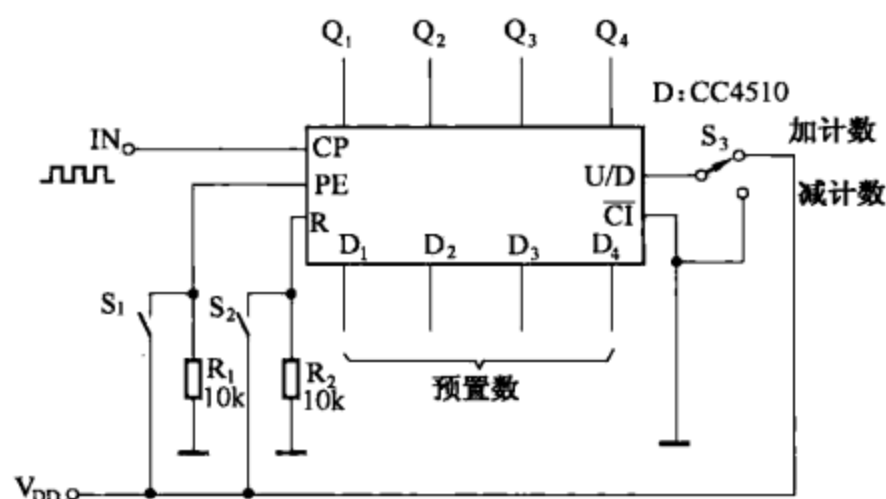

图 8-44
(3) 图 8-44 所示为可预置数的 BCD 码加/减两用计数器电路，采用 CC4510 构成，既可作加法计数，又可作减法计数，由开关 S_3 控制。 S_3 接电源电压 V_{DD} 时电路为加法计数器， S_3 接地时电路为减法计数器。输出为由 4 位二进制数（8421 码）表示的十进制数。 S_1 为送数开关， S_2 为清零按钮。